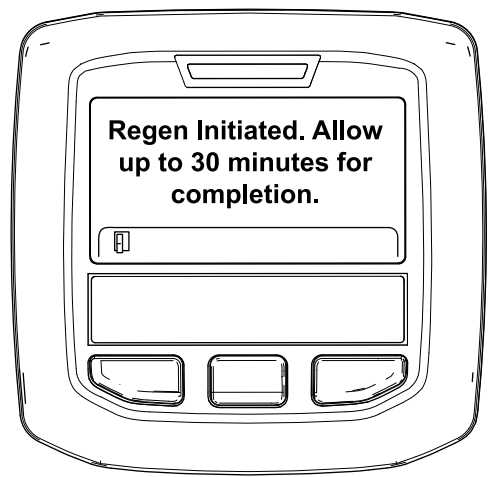

図 56
- 再生許可の場合には Regen Initiated 再生を開始しましたと表示。再生が終了するまで、最大 30 分間が必要。終了まで待つ 図 56。